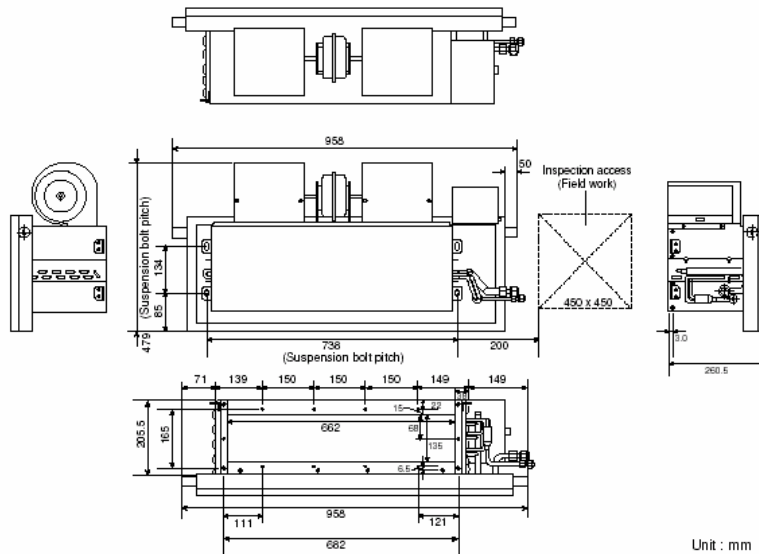

Fig. 7
- Reportez vous à la figure 7 pour connaître les dimensions de l'unité intérieure.
1) Si vous placez l'unité à l'intérieur du plafond, déterminez l'écartement des boulons de suspension en vous reportant aux dimensions de la page précédente.(Figure 7)